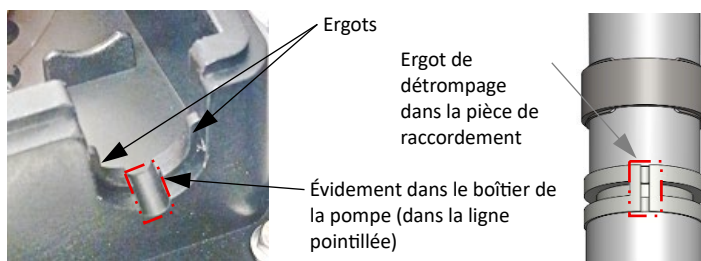
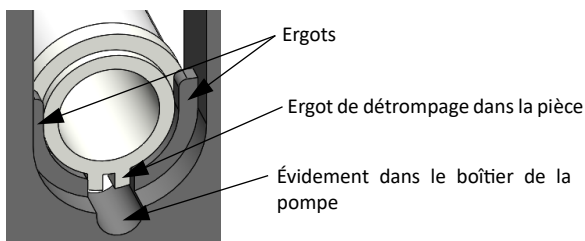

Figure 19 : Détail du boîtier de la pompe péristaltique au niveau du passage du tuyau (à gauche) et détail du système de tuyaux (à droite)
Figure 20 : Vue en coupe du boîtier de la pompe péristaltique au niveau du passage du tuyau (à gauche)
- b.) Aligner l'ergot de détrompage sur l'évidement du boîtier de la pompe (voir Figure 19 et Figure 20). Une légère rotation des tuyaux peut faciliter l'alignement.